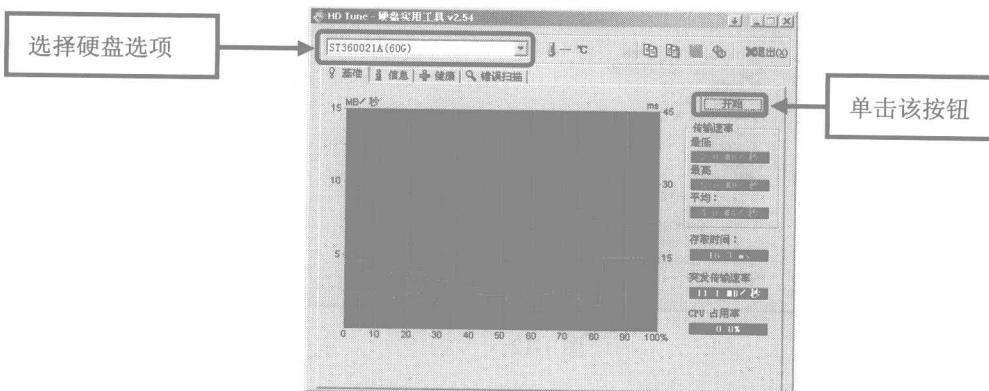

图 1-9
- ❹ 在主界面左上方的下拉列表中选择硬盘选项，然后单击 **开始** 按钮开始测试硬盘数据传输速率，发现平均传输速率仅为 4MB/s，如图 1-9 所示，因而怀疑硬盘的传输模式有问题。